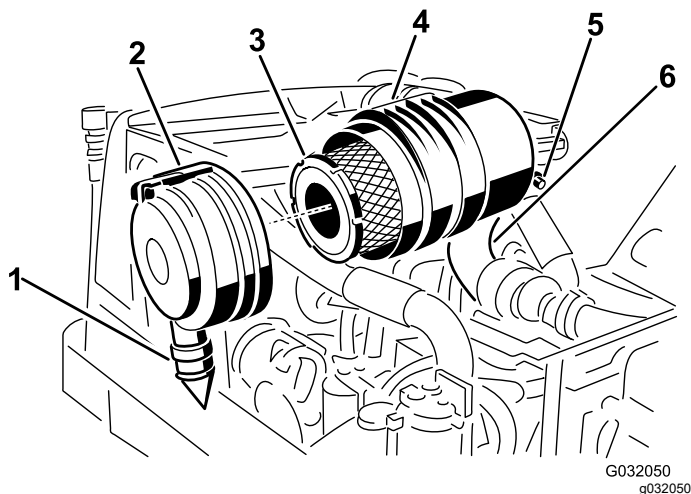

Figura 47
2. Retire el filtro primario (Figura 47).
3. Cambie el filtro primario (Figura 47).
7. Instale la cubierta orientando la válvula de salida de goma hacia abajo, aproximadamente entre las posiciones de las 5 y las 7, visto desde el extremo y cierre el enganche (Figura 47).